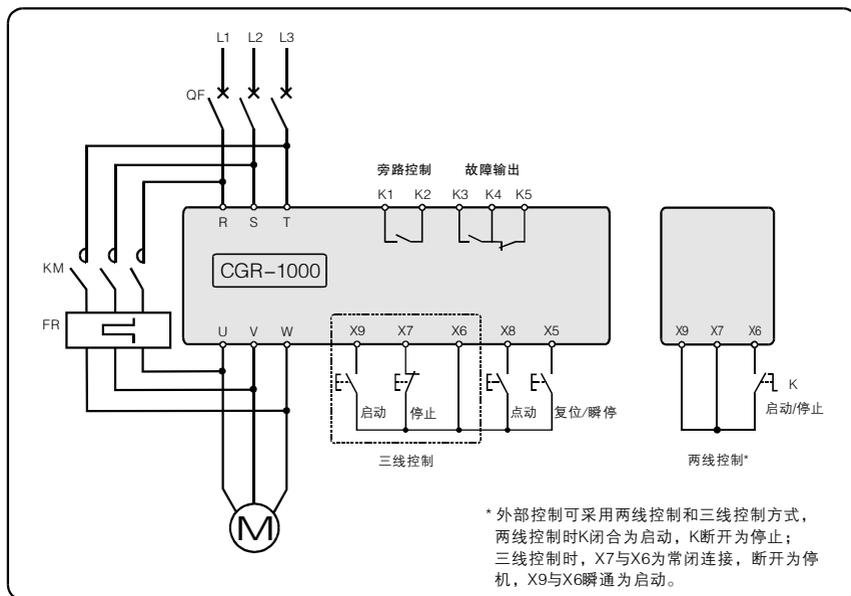

图 5-2
1. CGR1000系列软启动器在启动完成后，不具备在线运行功能。因此，使用时必须配接旁路接触器KM，详见图5-2。
2. CGR1000系列软启动器在启动完成，旁路接触器吸合后，仅具备输入电压缺相保护功能。因此，在使用时，电机侧必须加装热继电器或电机保护器来实现对电机的保护，详见图5-2。
2. CGR1000系列软启动器外部启动、停车控制有两种接线方式，即三线控制接线和两线控制接线，详见图5-2。
* 表示外控有两种接线方式，详见基本接线图5-2。
② 为保证电机的软启动效果，斜坡初始电压不可设置过高，一般情况下设置为25%~50%范围内。
③ 电压的百分比是指引入电网即时电压的百分比。
④ 电流的百分比是指当前额定电流的百分比（即 项功能对应的电流值。
⑤ 当启停控制方式被设置为3，而外控连接为两线控制方式时（详见第6页图5-2），键盘启动（ 键）和停止（ 键）无效。